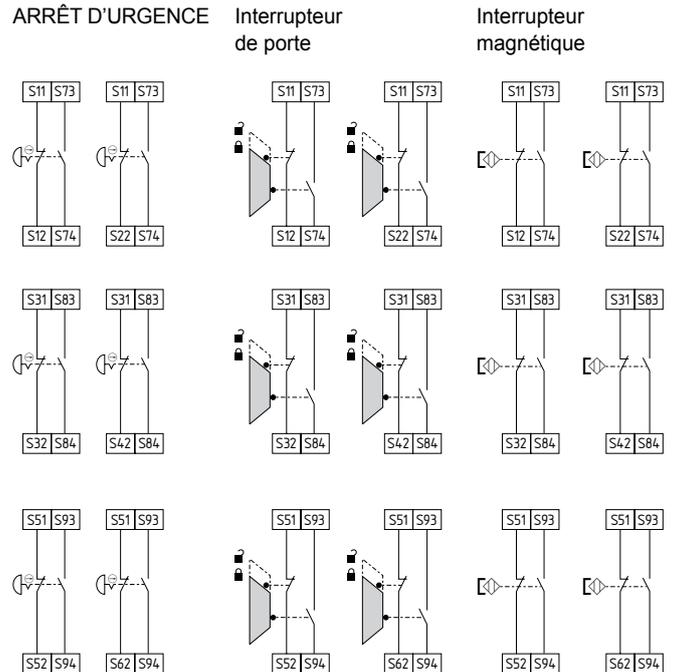

Fig. 5
**Circuit d'arrêt d'urgence à 2 canaux avec organes de commande selon ISO 13850 et IEC 60947-5-5 (Fig. 5)**
**Surveillance de protecteur à 2 canaux avec dispositifs d'interverrouillage selon ISO 14119 (Fig. 5)**
**Commande à deux canaux d'interrupteurs magnétiques de sécurité selon IEC 60947-5-3 (Fig. 5)**